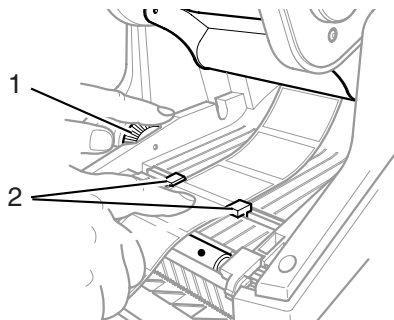

Figure 17, Rails d'alignement
5. Enfiler le matériel en dessous du module d'impression, sous les rails (**Figure 17, 2**) et suivez le au travers de la fente dans le panneau de contrôle.
6. Tournez le cadran vert vers la gauche (**Figure 17, 1**) pour ajuster les rails afin qu'ils ne soient pas serrés contre les étiquettes. Ne pas trop serrer les rails pour ne pas plisser les étiquettes.